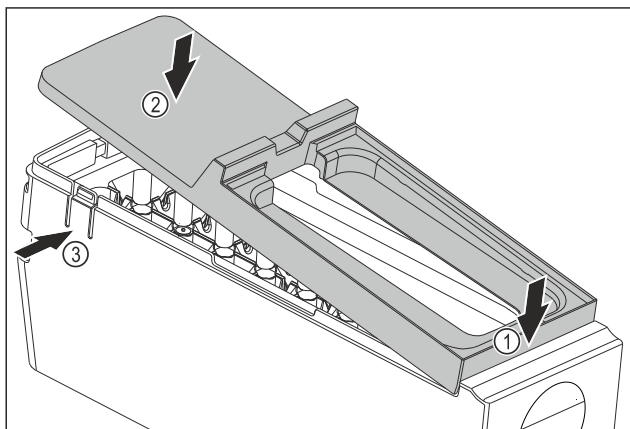

Fig. 124
- Afdekking van de EasyTwist-Ice-corpus monteren: Afdekking voor bevestigen. Fig. 124 (1)
- Afdekking achter neerlaten. Fig. 124 (2)
- Afdekking klikt hoorbaar in beide strips Fig. 124 (3) vast.